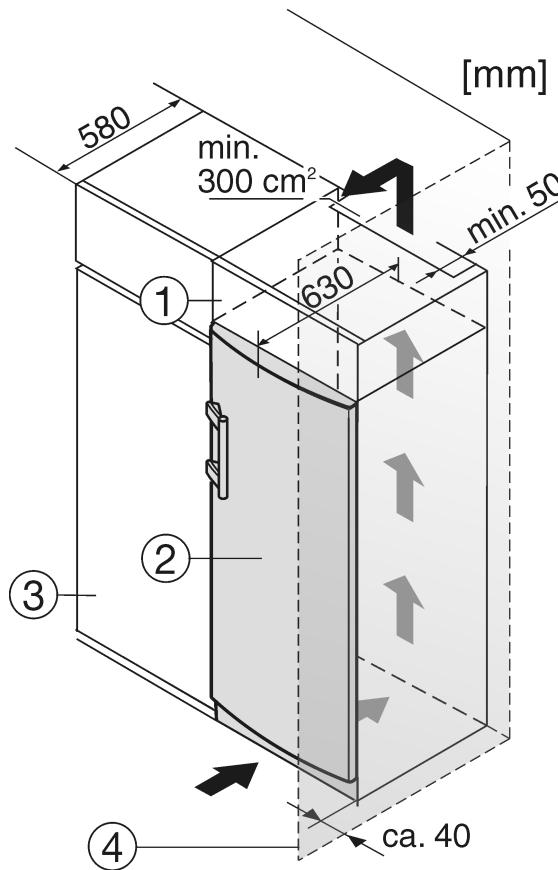

Fig. 8
W przypadku obudowania standardowymi szafkami kuchennymi (głębokość maks. 580 mm) urządzenie można ustawić bezpośrednio obok szafki kuchennej Fig. 8 (3). Drzwi urządzenia wystają z boku o 34 mm i na środku urządzenia o 50 mm w stosunku do frontu szafek kuchennych. Dzięki temu można je bez problemu otwierać i zamykać.
Jeżeli urządzenie będzie ustawiane z zawiasami do ściany Fig. 8 (4), to pomiędzy urządzeniem i ścianą należy zachować minimalny odstęp, wynoszący 40 mm. Na taką odległość wystaje klamka przy otwartych drzwiach.